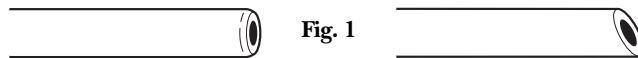

Fig. 1
4. Cut the tubing (per mounting steps 3a or 3b), making sure the ends are square and clean (Fig. 1). Inspect the end of the tubing, about 1 inch, to be sure there are no imperfections. Tubing shall be round, smooth, free of nicks, cuts or flat spots. Deburr ends with a file or sandpaper if necessary. (Properly cut copper tubing will have a slight radius on the end [Fig. 1]).
4. Couper le tube (voir les étapes 3a ou 3b) en faisant en sorte que les extrémités sont bien à angle droit et propres (Fig. 1). Inspecter l'extrémité du tube sur une longueur d'environ 2,5 cm (1 po) pour vérifier qu'il n'y a pas d'imperfections. Le tube doit être arrondi, lisse, sans ébréchures, coupures ou surfaces aplatis. Au besoin, égaliser les extrémités à l'aide d'une lime ou d'un papier abrasif. (Un tube de cuivre coupé adéquatement présentera un léger rayon à son extrémité [Fig. 1]).
4. Corte el tubo (ver los pasos 3a o 3b), cerciórese de que los extremos estén cuadrados y limpios. (Fig. 1). Inspéccione el extremo del tubo, alrededor de 1 pulgada, para cerciorarse de que no haya imperfecciones. El tubo debe quedar redondeado, suave, libre de hendiduras, cortes o puntos planos. Lije los extremos con una lima o papel lija, si es necesario. (Un corte correcto de la tubería de cobre tendrá un radio ligero en el extremo [Fig. 1]).